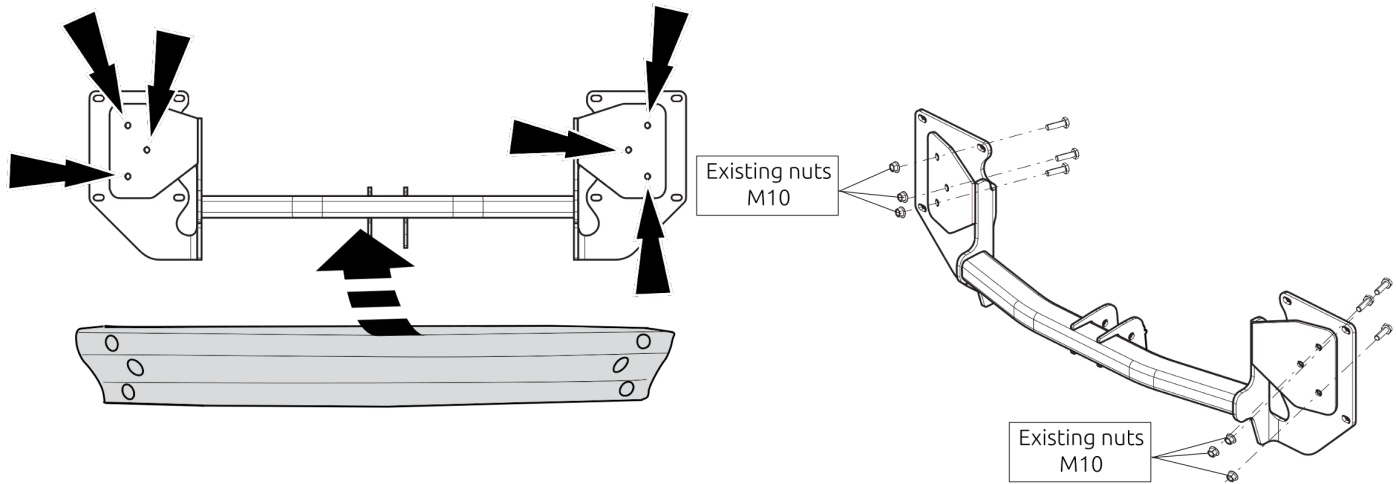

Fig. 2
4. Установить буферный брус в точках А, затянув крепежный материал не до конца. См. рисунок 2.